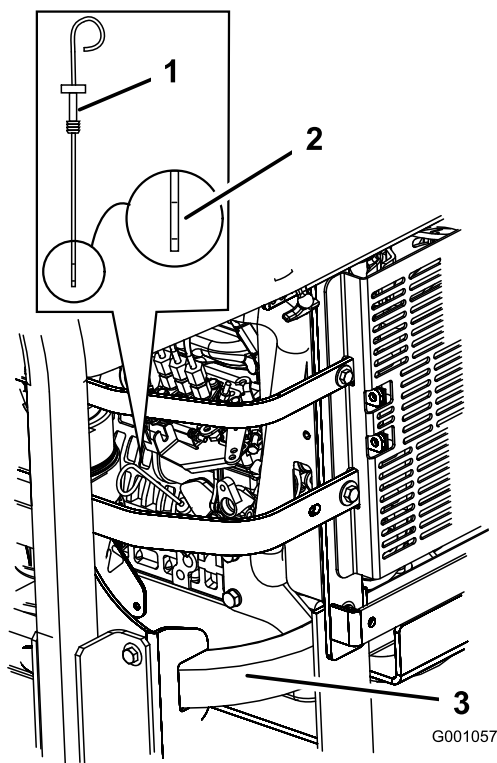

Figure 38
- Nettoyez la surface autour de la jauge d'huile (Figure 38) pour éviter que des impuretés ne s'introduisent dans le goulot de remplissage, ce qui risquerait d'endommager le moteur.
- Sortez la jauge d'huile et essuyez soigneusement l'extrémité métallique (Figure 38).
- Enfoncez la jauge complètement dans le goulot de remplissage. Ressortez la jauge et examinez l'extrémité métallique (Figure 38). Si le niveau est bas, versez lentement une quantité d'huile suffisante dans le trou de remplissage pour amener le niveau au repère du plein.